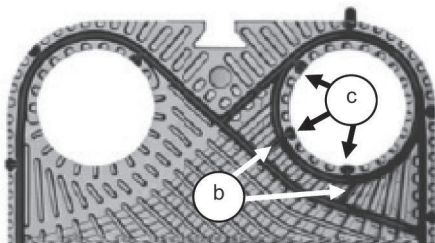

Fig.9
- Pour la moitié de joint dont la plaque dispose d'un logement correspondant à chaque Plug-in® (Fig.9-c), positionnez le joint, insérez les Plug-in® dans leur logement et encollez les barrettes de liaison Fig.9-b.
- Pour l'autre moitié, il n'y a pas de logement sur le pourtour du collecteur, vous devez donc éliminer les plug-in avec des ciseaux et coller le joint comme en 5.7.3, sauf la partie circulaire entourant le collecteur. Il peut aussi être nécessaire d'éliminer les barrettes de liaison (Fig.9-b).
NOTA: certaines plaques ne disposent pas d'emplacement sur le pourtour des collecteurs pour insérer les Plug-In® des joints, il faut donc les couper avec des ciseaux. Pour ces plaques, il faut également couper les barrettes de liaison Fig.9-b. La zone non maintenue des joints doit alors être maintenus par collage. Nous conseillons d'encoller en totalité les joints d'échangeur DN200.